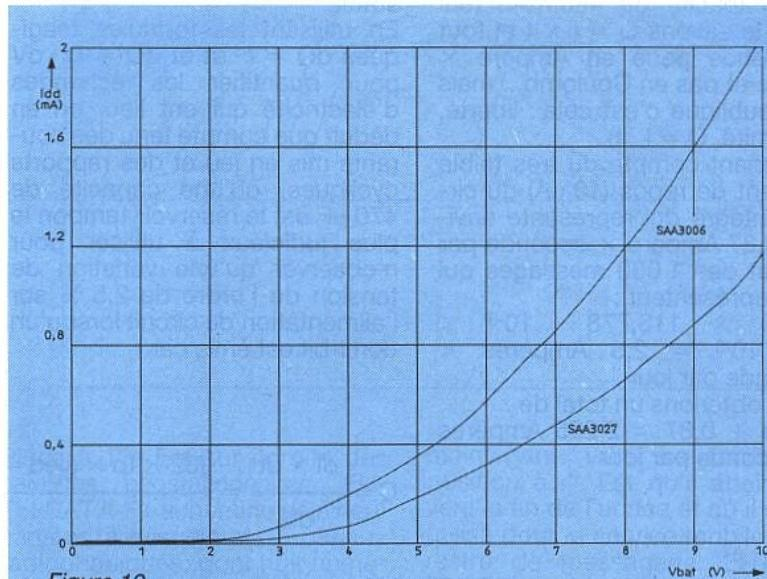

Figure 12
- Un courant moyen qui est tiré par le circuit intégré (voir **figure 12**)  $I_{dd}$  qui est de l'ordre de 1 mA dans notre cas,